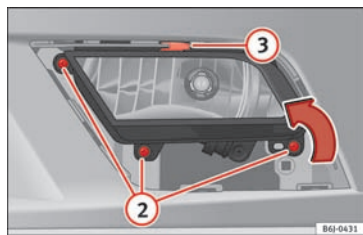

Fig. 104 Tågeforlygte
- Skru de tre skruer » Fig. 104 ② ud for at tage tågeforlygten ud.
- Træk metalclipsen på oversiden af tågeforlygten af i retning mod bilens yderside » Fig. 104 ③.